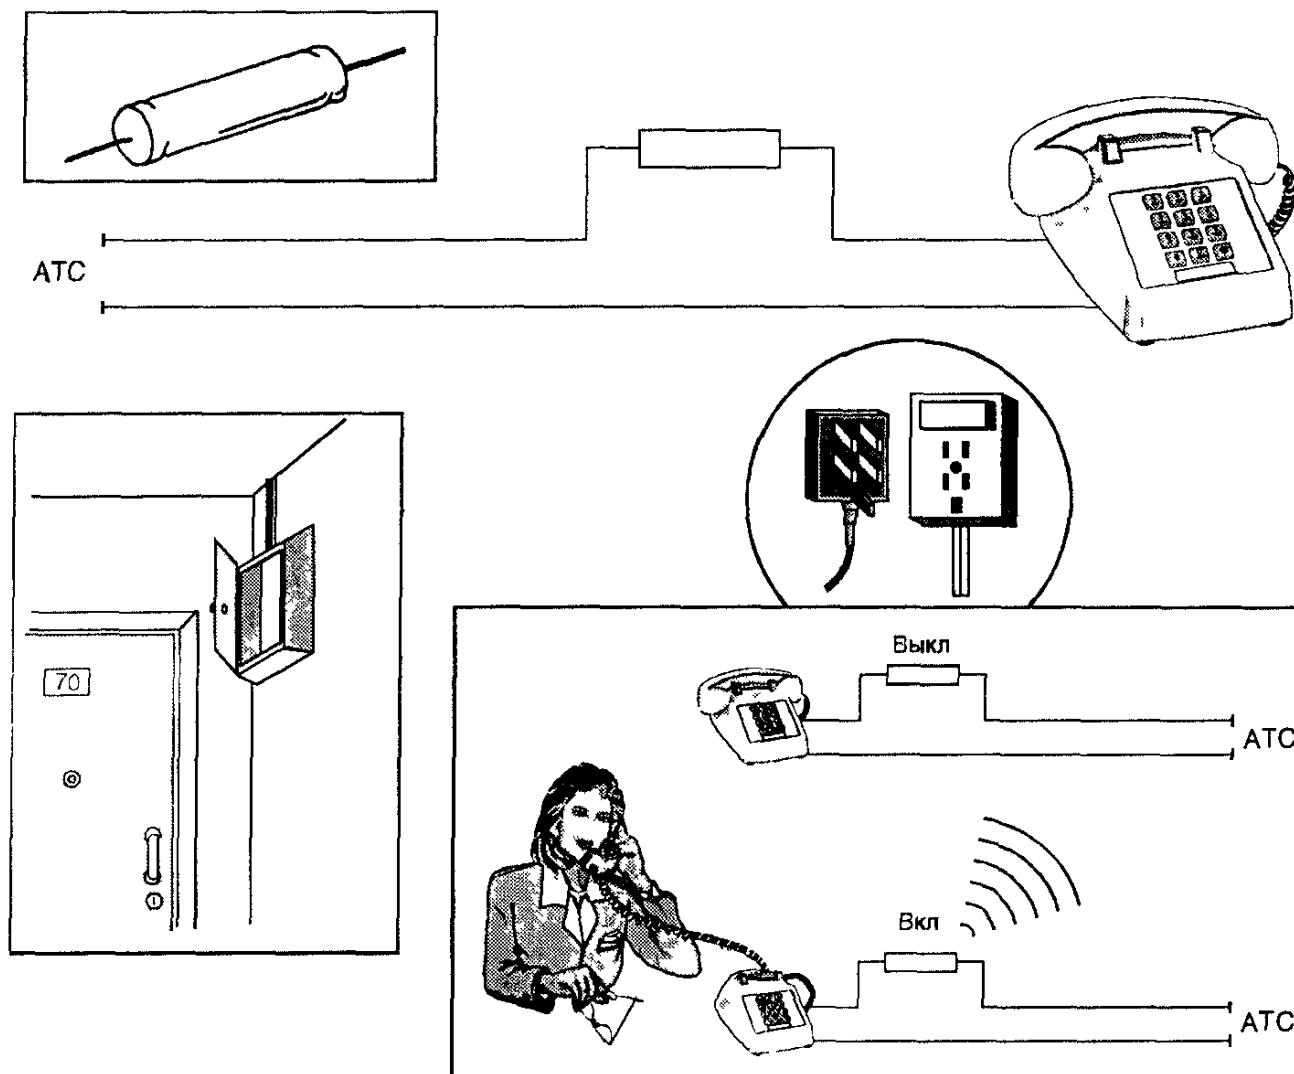

Рис. 5.5. Последовательное включение телефонного ретранслятора
- последовательное включение телефонных радиоретрансляторов в разрыв провода телефонной линии (рис. 5.5). В этом случае питание телефонного радиоретранслятора осуществляется от телефонной линии и в эфир он выходит (т.е. начинает передачу) с момента подъема телефонной трубки абонентом.